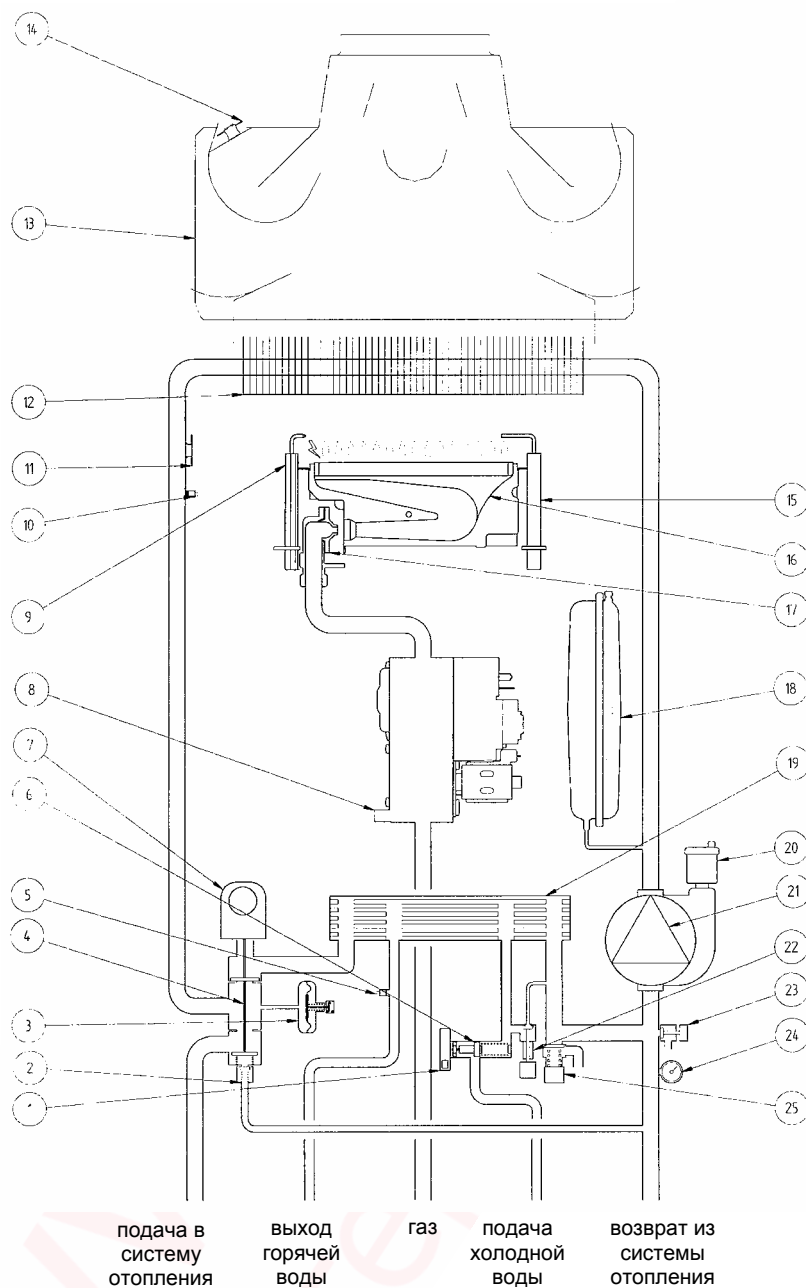

Рис.20
Электрод для определения наличия пламени (позиция 18 Рис.19 и позиция 15 Рис.20), расположенный с правой части горелки, блокирует котел при нарушении подачи газа или неполном горении основной горелки.
- **Водяной сбросной клапан системы отопления** (позиция 28 Рис.19 и позиция 25 Рис.20) - настроен на давление 3 бар и установлен в системе отопления.